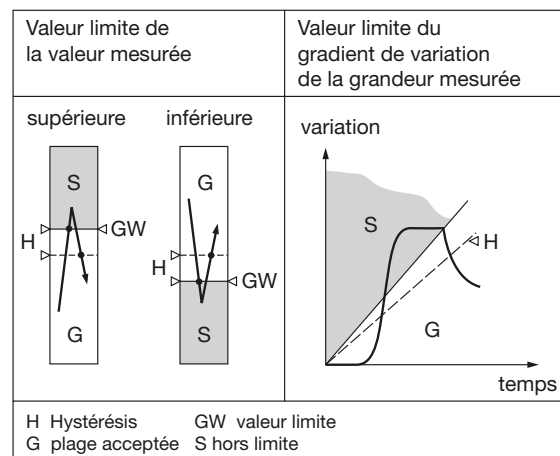

Fig. 3
- Pour surveiller une valeur haute ou basse de la grandeur mesurée située entre - 10 et + 110%² (voir fig. 3 à gauche)
entre ± 1 et $\pm 50\%/s$ (voir fig. 3 à droite)